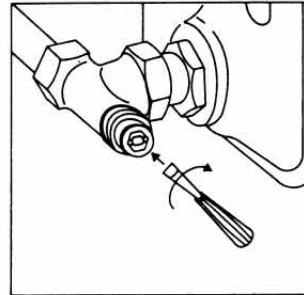

Bild 3
- 1.4 Zuletzt Hohlsschraube mit Schraubendreher durch Rechtsdrehen bis zum Anschlag schrauben (Bild 3, nur „Combi 4“).
Wichtig: Bei nachträglicher Veränderung der Voreinstellung sollte erst mit dem Schraubendreher (Bild 3) durch kurze Linksdrehung die Hohlsschraube gelöst werden. Dann Änderung der Voreinstellung mit dem Sechskantschlüssel SW 4 (1).